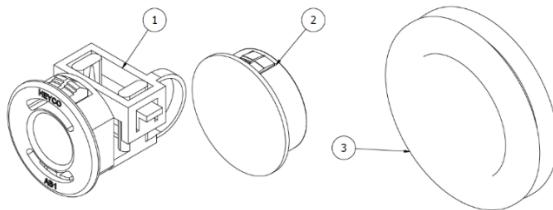

Figura 10 – Occhielli e pressacavi della batteria termica Thermino
- Rimuovere i rispettivi anelli di tenuta in gomma (articolo 3 - Figura 10) dall’alloggiamento esterno e tagliare i centri (con una croce) con un coltello o taglierino. Reinserrare gli anelli di tenuta tagliati. Non tagliare gli anelli di tenuta ancora in sede per non danneggiare il pannello isolante sottovuoto.
- (V. Figura 10) Spostare i pressacavi (1) sul lato in cui si desidera effettuare le entrate/uscite. Coprire tutti gli altri fori dell'alloggiamento con gli occhielli di chiusura in dotazione (2).